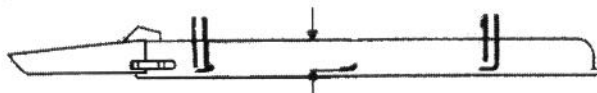

Bild 5
- Alle Messerbalken soweit drehen, bis die Enden nach vorne und hinten ausgerichtet sind (Bild 5). Den Abstand von der Innenseite des Schnittwerks bis zur Schnittkante an der Vorderseite des Messerbalkens messen (Bild 5); dieses Maß vermerken.